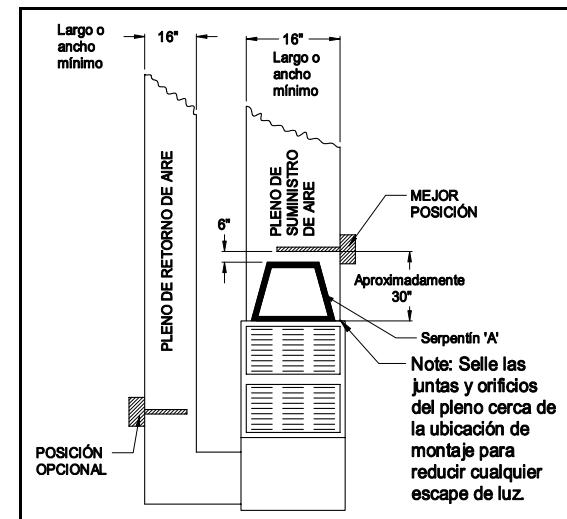

Figura 1
1. Busque un sitio adecuado para ubicar la unidad, que se encuentre aguas abajo del serpentín 'A' en el pleno de suministro o en el pleno de retorno; preferiblemente aguas abajo del filtro de aire. Para obtener el efecto óptimo de "limpieza" del serpentín 'A', monte la unidad en el pleno de suministro, lo más cerca posible al serpentín 'A'. (Consulte la figura 1.)